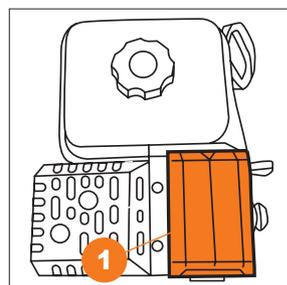

Рис. 38
- Откройте крышку **1** отсека для аккумулятора (Рис. 38).